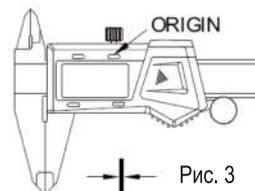

Рис. 3
- Закройте губки, долго нажимайте "ORIGIN", чтобы установить ноль (рис.3).